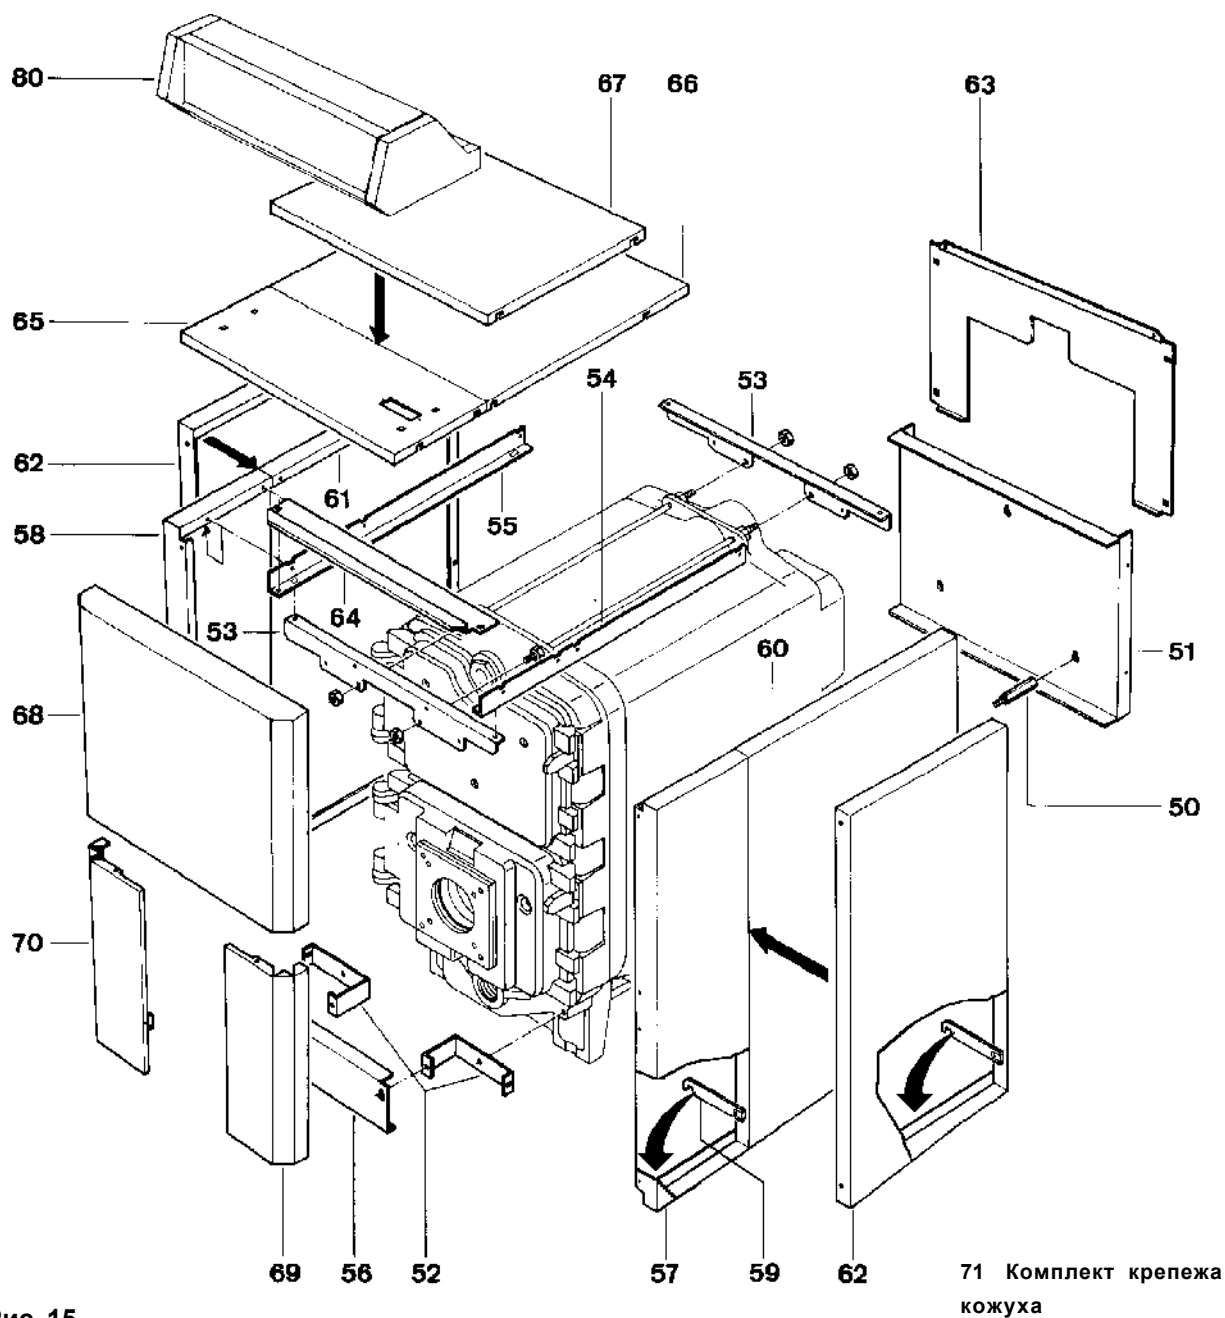

Рис. 15
Задняя перекладина (50) (см. рис. 15)	<ul style="list-style-type: none"> Привинтить шестиугольные перекладины к 3 выступам заднего элемента и установить на каждую перекладину винт ТН М 5 x 10.